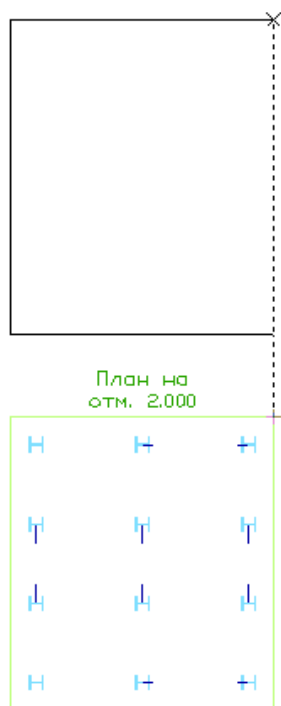

Рис.13.9. Задание области для места расположения поперечного разреза
- После этого с помощью "резинового окна" выделите область листа над чертежом плана как показано на рис.13.9.